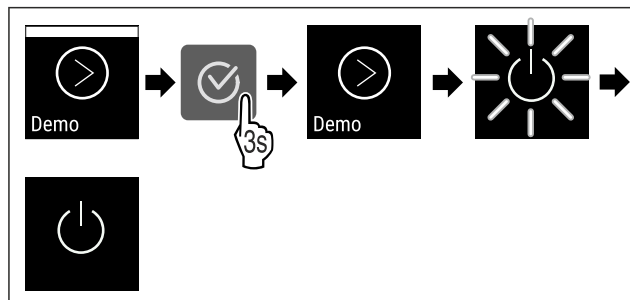

Fig. 92
- ▶ Eseguire i passi (vedere Fig. 92) .